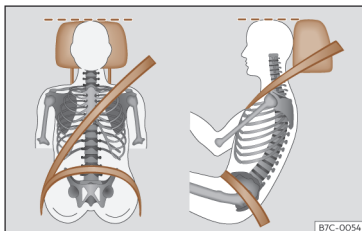

Abb. 15 Richtiger Gurtbandverlauf und richtige Kopfstützeinstellung.
- Kopfstütze so einstellen, dass die Oberkante der Kopfstütze sich möglichst auf einer Linie mit dem oberen Teil des Kopfs – jedoch nicht niedriger als Augenhöhe – befindet¹⁾. Den Hinterkopf so nah wie möglich an der Kopfstütze positionieren >>> (Abb. 15).
- Fahrersitz in Längsrichtung so einstellen, dass die Pedale mit leicht angewinkelten Beinen durchgetreten werden können und der Abstand zur Instrumententafel im Kniebereich mindestens 10 cm (4 Zoll) beträgt >>> (Abb. 15).